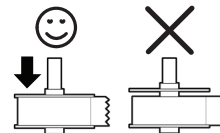

Figura 6
- O guia do carretel de etiquetas deve ser pressionado para ficar nivelado em relação ao rolo de etiquetas, sem folgas. Consulte a Figura 6.
- 5 Deslize o guia da bobina no lado direito da bobina e pressione-o firmemente de encontro à lateral do rolo de etiquetas, **sem deixar folga** entre o rolo e a bobina. Consulte a Figura 6.